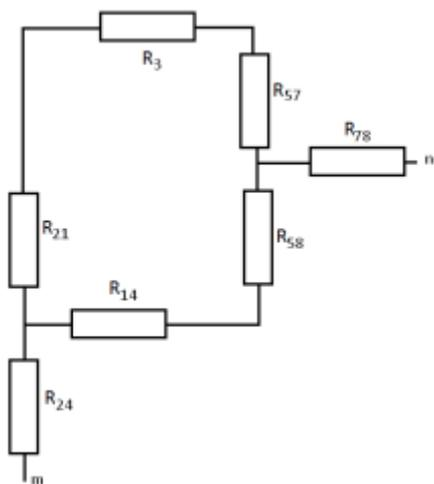

Рис. 141
1.5.2. Определяем эквивалентное сопротивление генератора. Для этого источники ЭДС закорачиваются (заменяются на отрезок провода, причем их внутреннее сопротивление остается в схеме – рис. 140). Произведем расчет входного сопротивления оставшейся схемы относительно зажимов m и n . Для этого пересчитаем два треугольника в этой схеме ($R_1 R_2 R_4$ и $R_5 R_7 R_8$) в звезды (рис. 141):